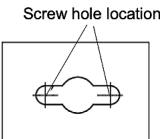

Figure 3
STEP 11: Cut supply cable to desired length. Strip black and white wire leads with wire strippers to expose 3/8" – 7/16" of bare metal (see Figure 3).
STEP 12: Using wire nuts ⑥ provided, connect supply (house) wires to fixture wires - white to white, black to black, and green to green or bare copper ground wire.
STEP 13: Bundle wires in tight grouping to be out of the way and reinstall wire cover ⑧.
ÉTAPE 11: Coupez le câble d'alimentation à la longueur désirée. Dénudez les fils noir et blanc avec une pince à dénuder pour exposer 3/8po à 7/16po de métal nu (voir la Figure 3).
ÉTAPE 12: À l'aide du connecteur de fils ⑥ fourni, raccordez les fils d'alimentation (maison) aux fils du luminaire: fil de terre blanc au blanc, noir au noir et vert au vert ou fil terre en cuivre nu.
ÉTAPE 13: Regroupez les fils en groupe serré pour qu'ils soient hors du chemin et réinstallez le couvercle de la goulotte ⑧.